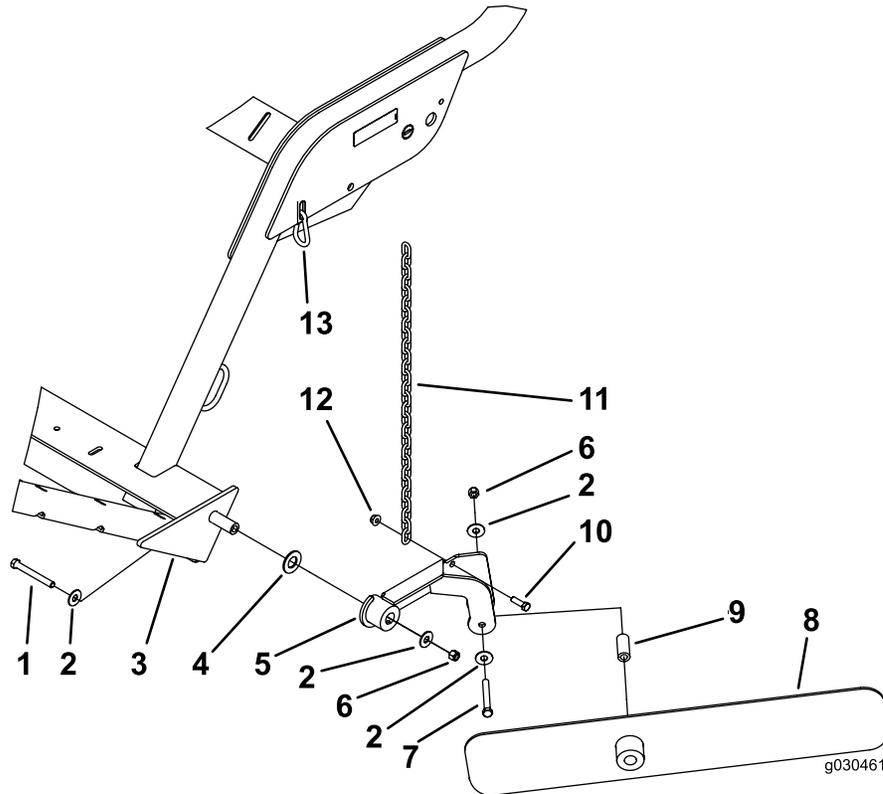

Рисунок 16
Примечание: Расположите компоненты, как показано на Рисунок 16.
2. Прикрепите отражатель вала к сборочному узлу при помощи болта (7/16 x 3¼ дюйма), 2 плоских шайб, проставки и контргайки (7/16 дюйма). Соберите компоненты, как показано на Рисунок 16.
3. Прикрепите цепь к сборочному узлу отражателя при помощи болта ($\frac{3}{8}$ x $1\frac{1}{4}$ дюйма) и фланцевой гайки ($\frac{3}{8}$ дюйма) (Рисунок 16).
4. Прикрепите другой конец цепи к пазу в раме с помощью карабина (Рисунок 16).